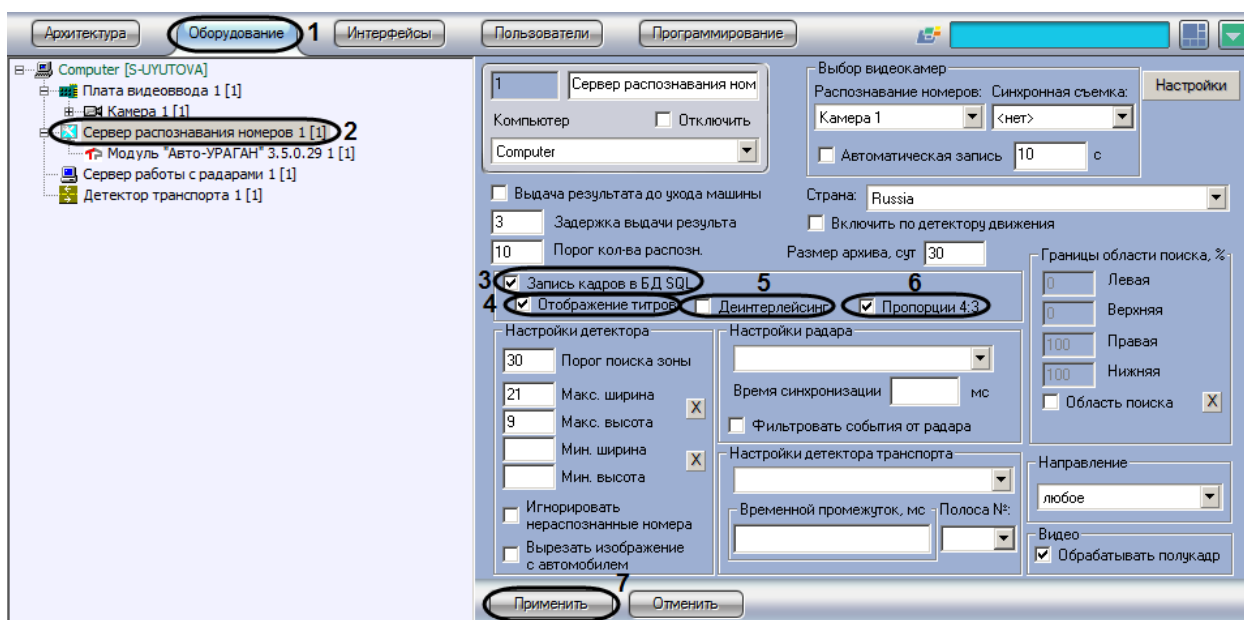

Рис. 7.2—9. Включение функции записи кадра с транспортным средством в базу данных номеров
1. В диалоговом окне «Настройка системы» перейти на вкладку «Оборудование» (Рис. 7.2—9, 1).
2. В дереве объектов на вкладке «Оборудование» выбрать объект «Сервер распознавания номеров», соответствующий активированному программному модулю «Авто-УРАГАН 3.5.0.29», «CARMEN-паркинг», «CARMEN-Авто», «ACCR» или «VIT» (см. раздел «Активация программного модуля, используемого для распознавания номеров», Рис. 7.2—9, 2). В правой части вкладки «Оборудование» отобразится панель настройки выбранного объекта.
3. Установить флажок «Запись кадров в БД SQL» для активации функции записи кадра видеоизображения с транспортным средством, для которого был распознан номерной знак, в базу данных номеров (см. Рис. 7.2—9, 3)
4. Установить флажок «Отображение титров» для активации функции наложения титров на кадр видеоизображения при формировании отчета о распознанном номере (см. Рис. 7.2—9, 4)
5. В случае если видеоизображение поступает в полном разрешении, установить флажок «Деинтерлейсинг» для деинтерлейсинга кадра с транспортным средством (см. Рис. 7.2—9, 5)